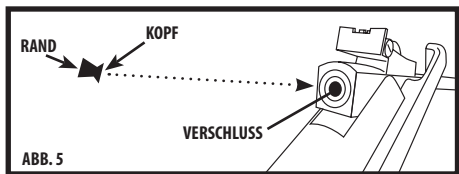

ABB. 5
- Während sich das Luftgewehr in der gespannten/offenen Position befindet, platzieren Sie ein Geschoss mit dem Kopf voraus im Verschluss (Abb. 5).